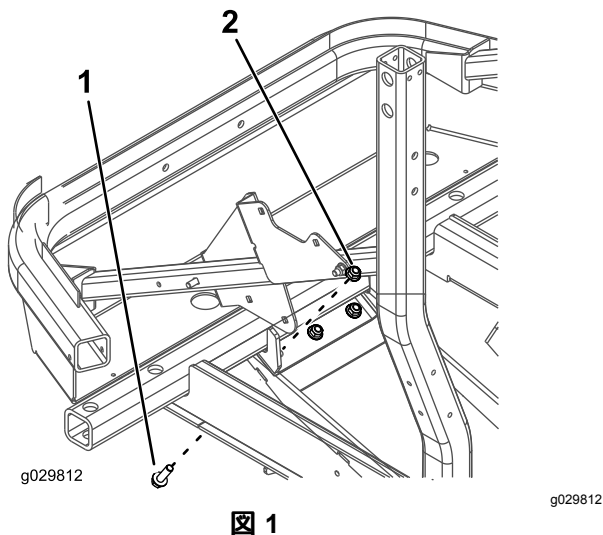

図 1
1. スキッドアセンブリからボルト3本とナット3個を外す 図 1。